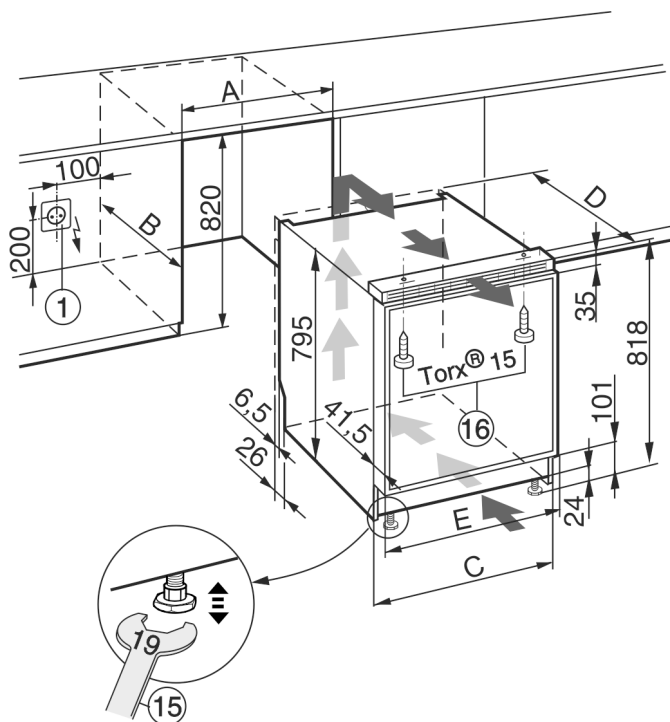

Fig. 12
- ☐ Розетка Fig. 12 (1) должна находиться рядом с устройством и должна быть легко доступной.
- Выровняйте устройство, вращая установочные ножки приложенным рожковым ключом Fig. 12 (15).
- Закрепите устройство прилагаемыми винтами Fig. 12 (16) вверху на столешнице и/или на кухонной мебели.